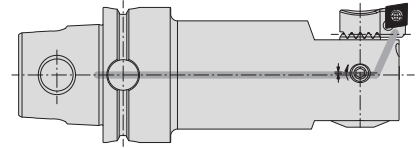

图 2 刀夹部分设计为锯齿状，可适配多种可转位刀片，并以摩擦啮合和正啮合的形式与刀体连接。
- 内冷可以直达切削刃部④（图 2）。最大允许冷却液压力 40 bar。